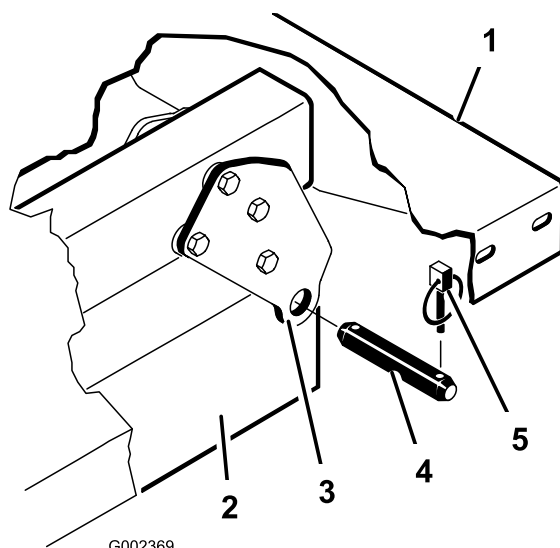

図 4
5. シリンダロッドの端部を荷台取り付けプレートのスロットに固定しているクレビスピンを外す 図 4。
6. ピボットブラケットをフレームに固定しているリンチピンとクレビスピンを外す (図 4)。